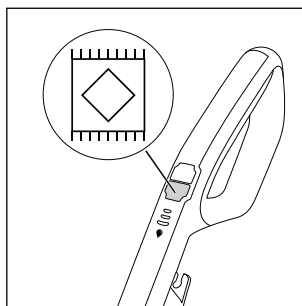

Fig. 17
- ◆ Per accendere l'apparecchio premere l'interruttore Moquette  **13** (vedere fig. 17). Il LED dell'interruttore Moquette  **13** si accende con luce blu.
- Se durante la pulizia di moquette o tappeti si aziona l'interruttore della soluzione detergente ❶ 15, al rullo a spazzola ❹ viene applicato il doppio di soluzione detergente rispetto alla pulizia di pavimenti.
- Per far asciugare più velocemente le moquette e i tappeti dopo la pulizia, passare più volte l'apparecchio sulla moquette o sul tappeto. Non attivare la funzione di spruzzo continuo e non mantenere premuto l'interruttore della soluzione detergente ❶ 15.
- ♦ Per spegnere l'apparecchio premere nuovamente l'interruttore Moquette ❶ 13 (vedere fig. 17).